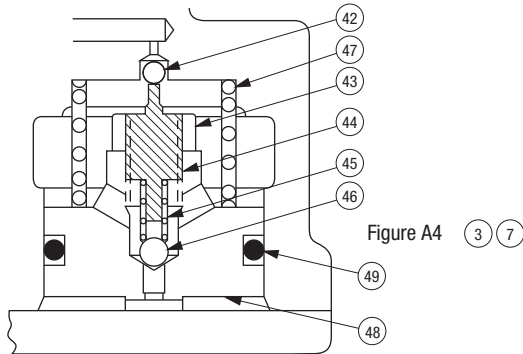

Figure A4 (3) (7)
la soupape de décharge à faible pression est réglée trop bas.	Consulter Réglage de la soupape de décharge à faible pression, figure A4 dans la section Réparations de ce manuel.
Le piston pilote n'avance pas librement.	Consulter le Schéma hydraulique (7). Consulter Réglage de la soupape de décharge à faible pression, figure A4 dans la section Réparations de ce manuel. Nettoyer et inspecter les articles 42 à 49. Remplacer les pièces, au besoin.
Consulter la figure A4. Toucher légèrement la tige (44) sur la bille (46). Retirer ensuite la tige de 3 1/2 tours. Serrer l'écrou (43). Le réglage de pression qui en résulte devrait être environ 19,3 bars (280 psi).